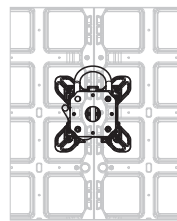

Fig. D1.02b
- au niveau de 2 panneaux pour relier les chants de panneaux (Fig. D1.02b)